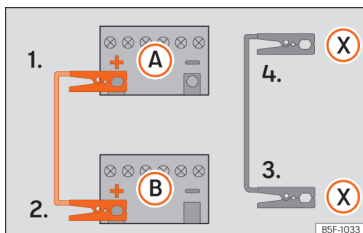

Fig. 194 Schema electrică pentru autovehicule cu sistem Start-Stop.
Cablurile pentru pornirea asistată trebuie conectate numai în ordinea **1 > 2 > 3 > 4** » **fig. 194.**
La autovehiculele cu sistem Start-Stop: conectați un capăt al cablului de pornire asistată negru (X) la un punct de împământare adecvat, o piesă metalică solidă a blocului motor sau la blocul motor propriu-zis » **fig. 194.**
- Conectați celălalt capăt al cablului negru pentru pornirea asistată (X) la un punct de împământare adecvat, o piesă solidă din metal înșurubată pe blocul motor sau chiar la blocul motor al autovehiculului cu bateria descărcată. Nu conectați cablul într-un punct aflat în apropierea bateriei **A.**